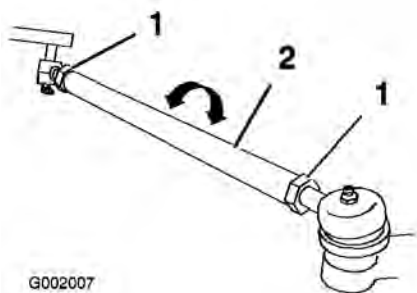

Figura 56
5. Si la distancia no está en el intervalo especificado, afloje las contratuercas en ambos extremos de las bielas (Figura 56).